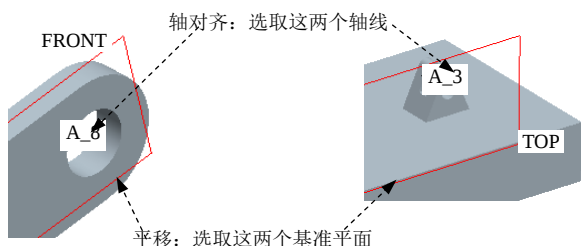
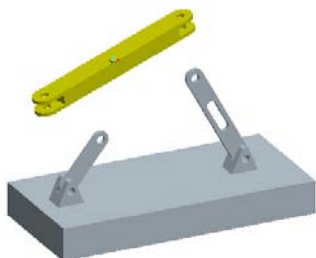

图 13.5.3 装配连杆 2
图 13.5.4 装配连杆 3
Step6. 增加连接元件: 将连杆 2 (rod_2.PRT) 装到基座上, 创建销钉 (Pin) 连接, 如图 13.5.3 所示。
(1) 单击 **模型** 功能选项卡 **元件** 区域中的“装配”按钮 , 打开 rod_2.PRT 零件。
(2) 创建销钉 (Pin) 连接。在“元件放置”操控板中进行下列操作:
① 在约束集列表选取  销钉 选项。
② 修改连接的名称。单击操控板中的 **放置** 按钮, 在其界面的 **集名称** 文本框中输入连接名称 “Connection_2c”, 并按回车键。
③ 选取“轴对齐”约束的参考。选取图 13.5.3 所示的两条轴线 (元件 rod_2 和元件 base 上的轴线) 对齐。
④ 选取“平移”约束的参考。选取图 13.5.3 所示的两个基准面 (元件 rod_2 的 FRONT 基准面和元件 base 的 TOP 基准面) 对齐, 以限制元件 rod_2 的平移。
⑤ 单击操控板中的  按钮。
Step7. 参考 **step 6 的方法** 将连杆 2 (rod_2.PRT) 拖移至图 13.5.4 所示的位置。